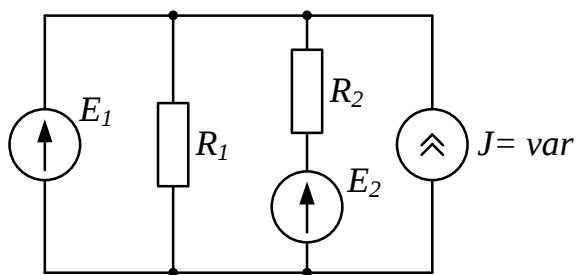

Рис. 2
2. Проанализировать влияние тока источника тока $\mathcal{J}$ на токи ветвей схемы (рис. 2).